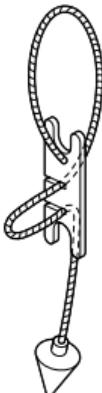

図 5.3
- 1) 垂球⑯をおろして、測点上に機械を据えます。(図 5.3)